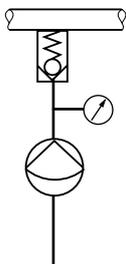

fig. 11
- Eviter un reflux à partir du tuyau principal ! Dans le cas contraire, on obtient un mélange non souhaité dans le tuyau de refoulement. Monter une canne d'injection sur le point d'injection (fig. 11) !